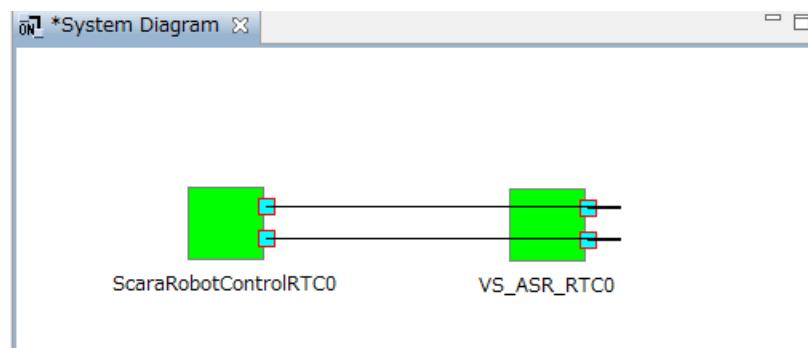
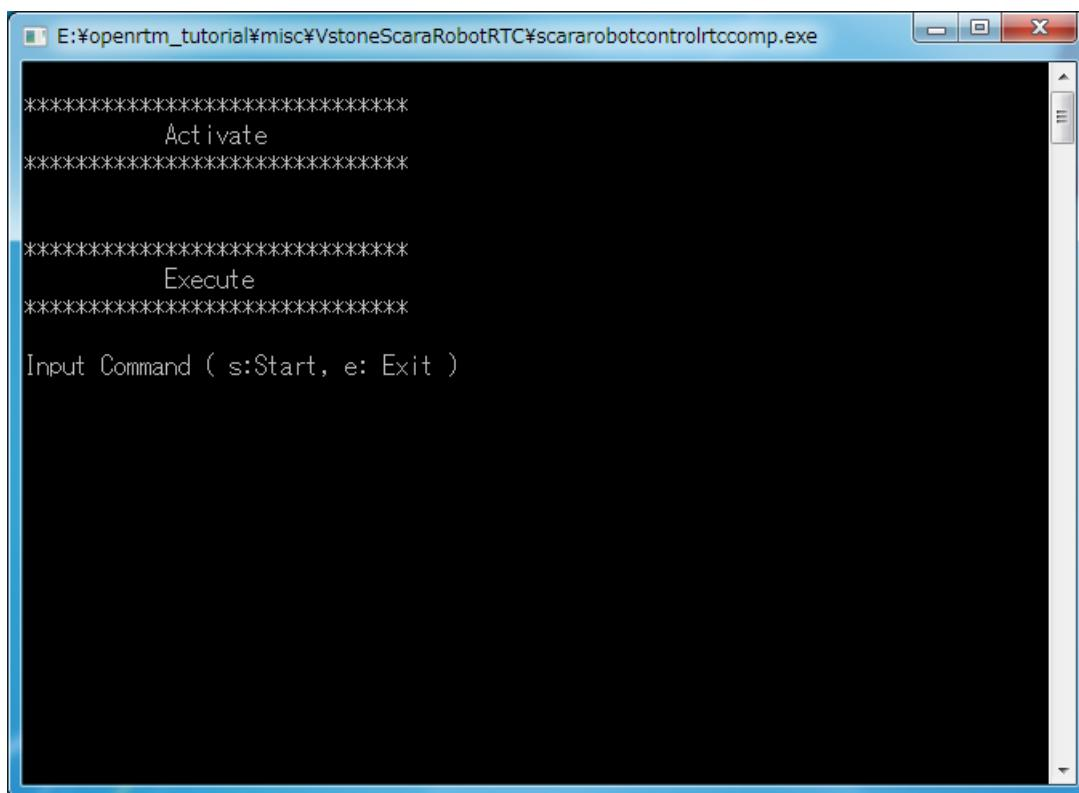

図 10 All Activate 後の System Diagram
図 12 Activate 後の ScaraRobotControlRTC
- 14) VS_ASR_RTC および ScaraRobotControlRTC が正常に Activate されると, System Diagram および各 RTC は, 図 10 から図 12 に示す状態となります.